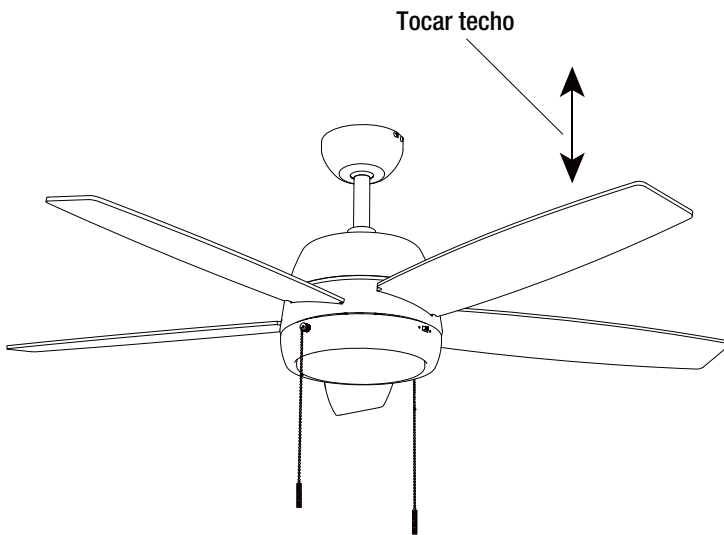

Figura 15
- ☐ La mayoría de problemas de bamboleo ocurren cuando los niveles de las aspas son desiguales. Verifique este nivel midiendo la distancia desde la punta de un aspa hasta el techo, como se muestra en la Figura 15. Gire el ventilador hasta que la siguiente aspa esté colocada en el mismo lugar que la anterior y mida nuevamente. Repita para cada aspa. Las medidas deben estar dentro de 1/8 pulg (3 mm).